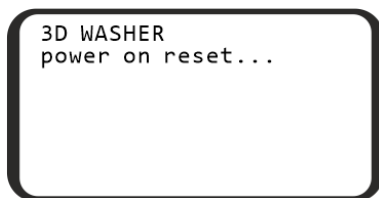

Рисунок 6. Инициализация прибора
- При включении прибор самостоятельно проводит полный цикл инициализации (отработки начальных установок), при этом выдает на дисплей надпись «Power on reset» (рис. 6).